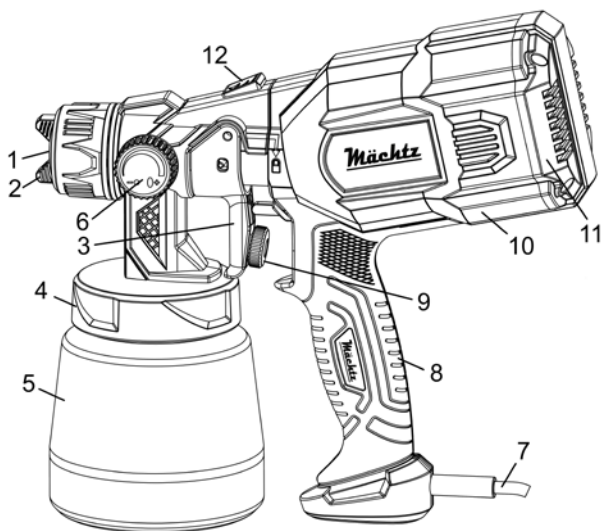
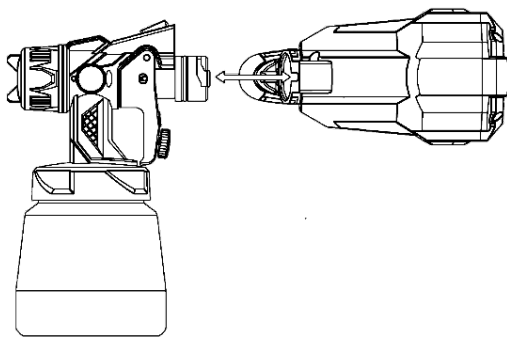
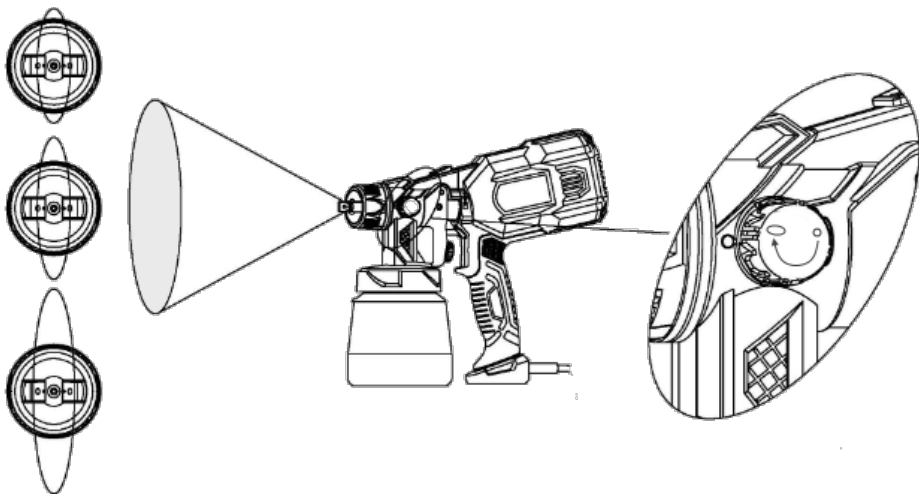
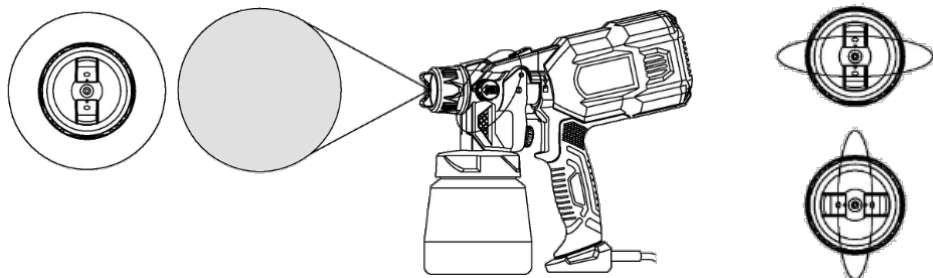

Рисунок 1
Рисунок 2
Рисунок 3
Рисунок 4
4.4 Наповніть ємність (5, рисунок 1) робочим матеріалом та закрийте кришкою (4, рисунок 1), яка знаходиться у зборі з блоком розпилення виробу.
4.5 Приєднайте корпус електродвигуна (10, рисунок 1) до блоку розпилення, вирівнявши проріз з відповідним виступом на корпусі (дивіться рисунок 2). Поверніть корпус відносно блока розпилення на 90° до надійної фіксації.
4.6 Для ввімкнення виробу натисніть на пускову кнопку (3, рисунок 1) і, за допомогою регулятора (9, рисунок 1), налаштуйте потрібний рівень інтенсивності розпилення. Щоразу, при натисканні пускової кнопки, рівень інтенсивності розпилення буде відповідати обраному.
4.7 Регулятором форми факела (6, рисунок 1) оберіть необхідну (круглу або еліпсну) (дивіться рисунок 3).
4.8 Регулятором орієнтації факела (2, рисунок 1) оберіть необхідне положення (вертикальне або горизонтальне) (дивіться рисунок 4).
4.10 Для вимкнення фарбопульту достатньо відпустити пускову клавішу (3, рисунок 1).
- відкрутіть кришку повітряного фільтра (11, рисунок 1), витягніть фільтр, промийте його спочатку в мильній воді, а потім в проточній. Віджміть фільтр не викручуючи та повісьте для просушування.